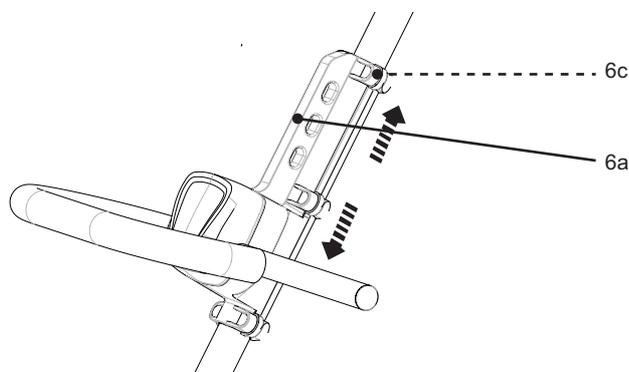

Fig. 21
- > Ajustez le montage de la boucle [6a] à la hauteur désirée. Serrez les vis [6c] pour le fixer. (Fig. 21)